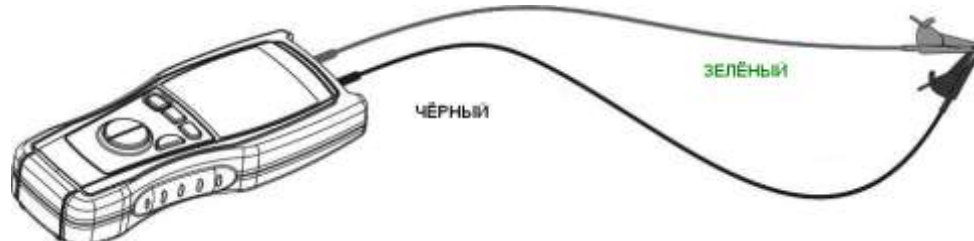

Рис.9: Схема подключения измерительных проводов для калибровки (режим «CAL»)
3. Подсоедините, как указано на **рис.9** провода к прибору и зажимы «крокодил». Убедитесь что тестовые провода с зажимами «крокодил» при их замыкании образуют надежное соединение и обеспечивают хороший гальванический контакт друг с другом.